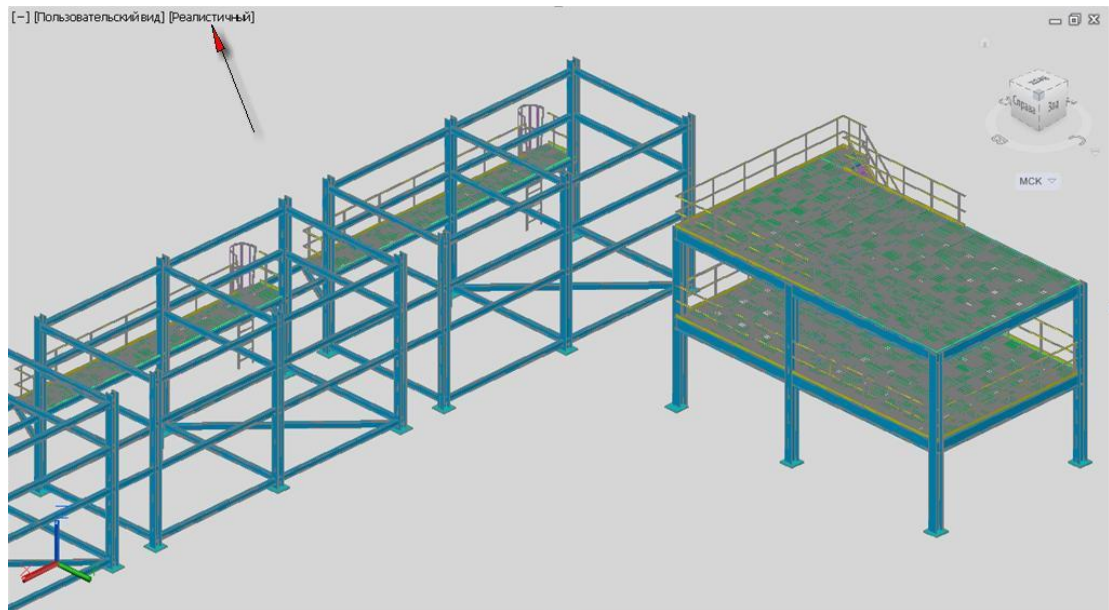

Рис. 44
- Исходная модель выглядит так, как показано на рис. 44.